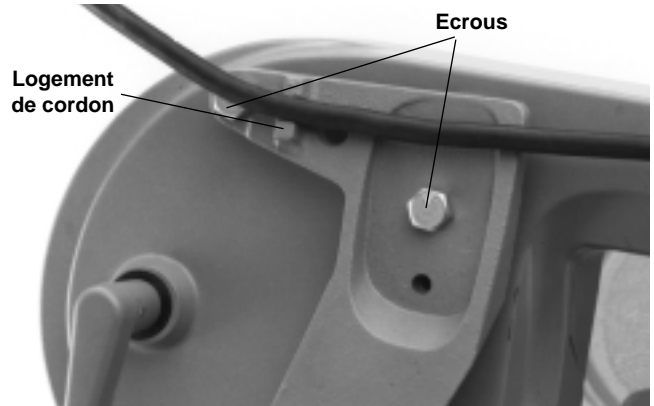

Figure 4
2. Positionnez le support de fixation de l'étau sur la scie à ruban (Figure 4) et retenez-le à l'aide des deux écrous fournis avec l'étau 32V. (Serrez-les à un couple de 40 à 50 in/lb.)
4. Engagez le cordon d'alimentation dans le logement comme indiqué à la Figure 4.